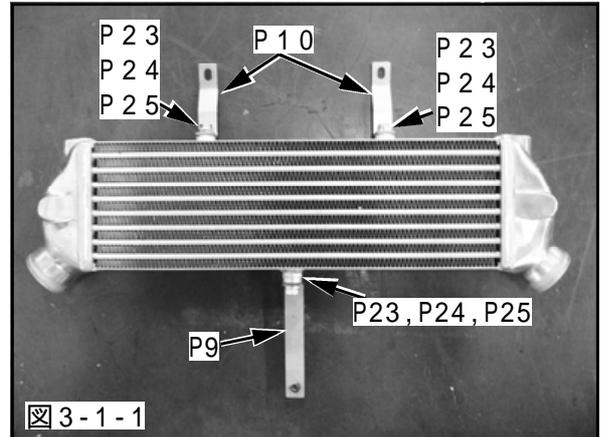

図 3-1-1
- (1) インタークーラスター 1, 2をインタークーラコアAssyに仮付けしてください。(図3-1-1)